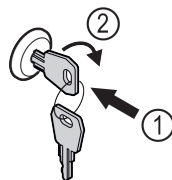

Fig. 167
- ▶ Klíč zasuňte dovnitř Fig. 167 (1).
- ▶ Otáčejte klíčem o 90° ve směru hodinových ručiček Fig. 167 (2).